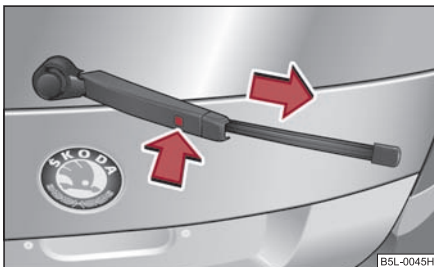

Fig. 72 Escobilla de la luneta posterior
- Presione el seguro para desbloquear la escobilla y retírela en sentido de la flecha ⇒ fig. 72.